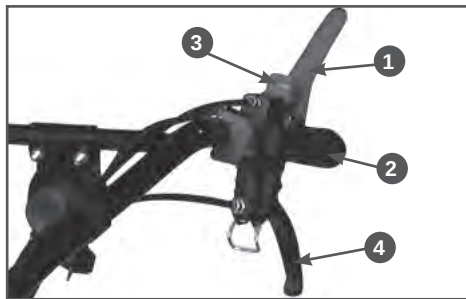

Рис.12 Левая рабочая рукоятка
2. Рычаг остановки двигателя 1 (Рис.12) нажмите и зафиксируйте стопором.
При возникновении аварийной ситуации, для экстренной остановки мотоблока переведите рычаг остановки двигателя 1 (Рис.12) в верхнее положение.